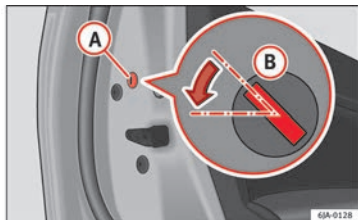

Abb. 4 Hintertür: Notverriegelung.
- Entfernen Sie die Abdeckkappe **A** » » **Abb. 4**.